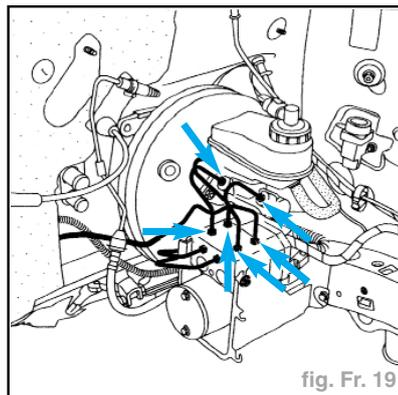

fig. Fr. 19
- les tuyaux supérieurs (fig. Fr. 19),